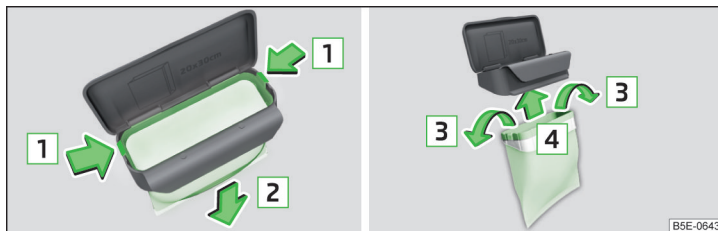

Fig. 85 Sustituir bolsa
- Presionar ambos ganchos de retención en el marco en el sentido de la flecha **1** » fig. 85.